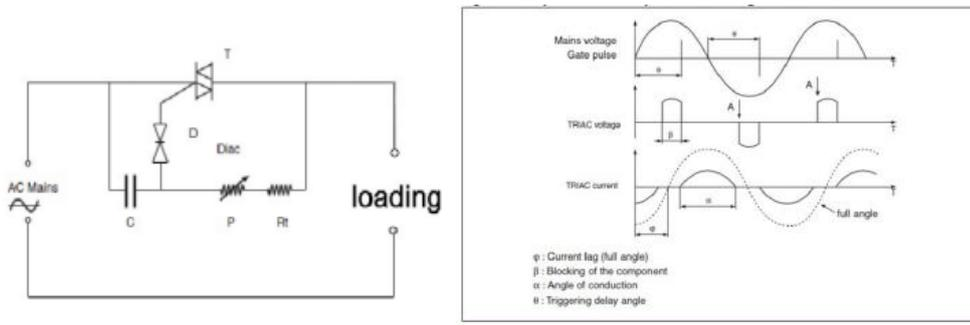

图 10 测试原理图
首先，我们通过图 10 的测试原理图，可以解决以下两大问题：①鉴于可控硅的触发控制极通常不需要很大的驱动力，电压也不要太高，但是要求驱动信号根据待测物的特性发生变化。例如，利用其触发电路，调整可控硅的导通角从而改变马达的平均工作电压实现对马达的调速控制。